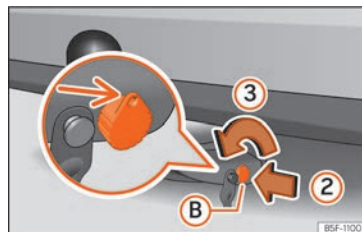

Fig. 272 Déverrouiller la serrure
- Introduisez la clé **(B)** dans la serrure dans le sens de la flèche **(2)** » » fig. 272.